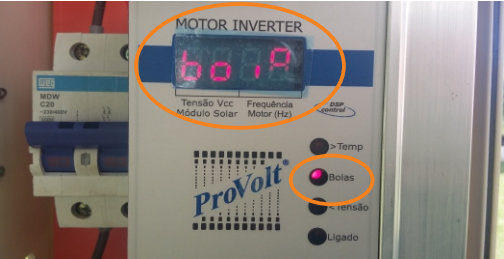

Figura 19: Led “Boias” e indicação no display “boia”
- Se a instalação for com automático de nível inferior e/ou automático de nível superior (boias elétricas), o led “Boias” acenderá quando o contato dos automáticos de nível estiver na posição aberto. O display mostrará a indicação “boia” (Figura 19).